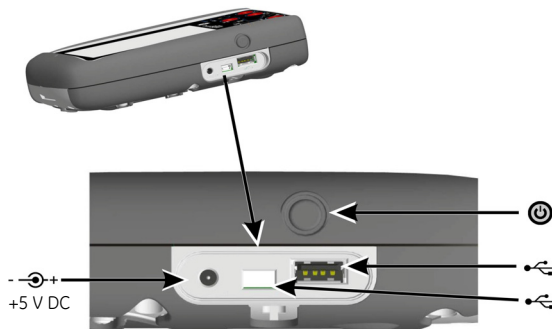

Abbildung 2: Seitenansicht
1. Schließen Sie das Gleichstrom-Netzteil/Akku-Ladegerät an den +5 VDC-Anschluss an der Seite des Geräts an (siehe Abbildung 2, Seitenansicht).
2. Der Akku kann auch über die USB-Anschlüsse geladen werden (siehe Abbildung 2, Seitenansicht).
Drücken Sie bei ausgeschaltetem Gerät die Ein/Aus-Taste (siehe Abbildung 2, Seitenansicht), bis das Dashboard angezeigt wird.